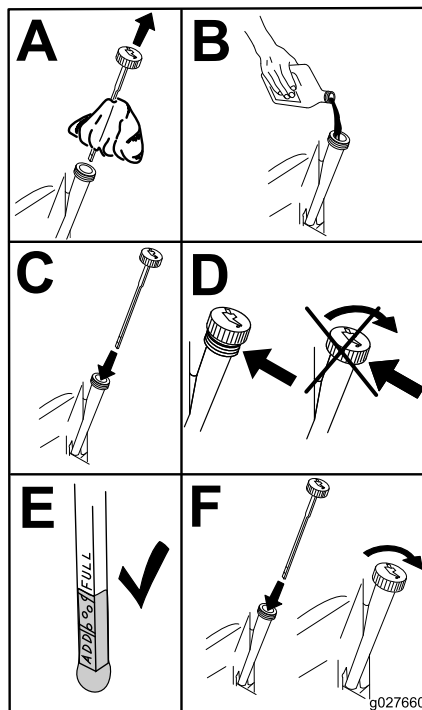

Figure 50
5. Versez lentement environ 80 % de l'huile spécifiée dans le tube de remplissage, puis faites l'appoint lentement jusqu'à ce que le niveau atteigne le repère maximum (Full) (Figure 50).